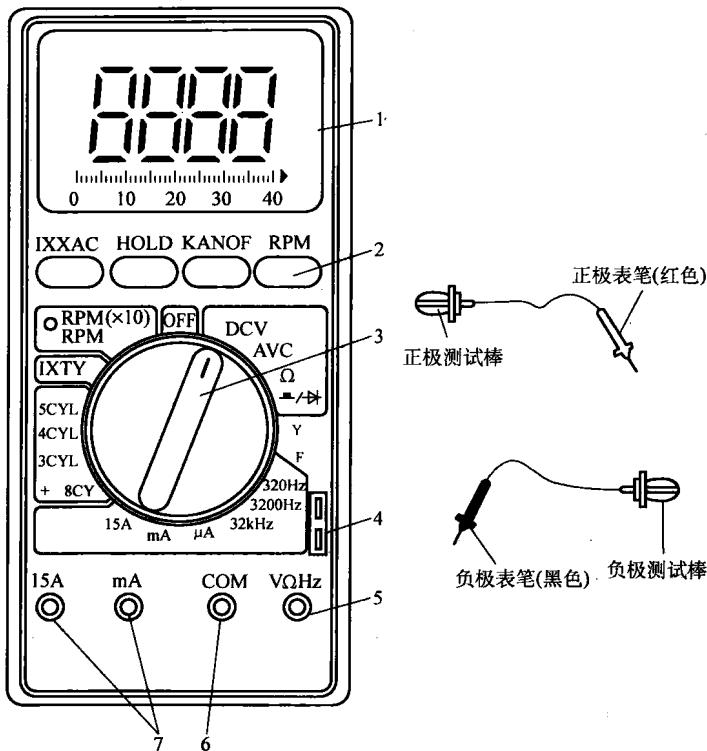

图 1-3 KM300 型多功能数字式万用表面板
1) KM300 型多功能数字式万用表面板结构如图 1-3 所示。